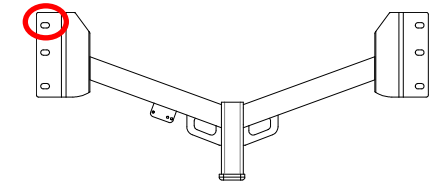

Figura 3
2. Baje el escape quitando (2) tornillos de M12 del soporte colgante del escape en cada lado. Utilice la base de soporte de escape para evitar dañar el silenciador. Devuelva los (4) pernos al propietario.
3. Levante y deslice el enganche a su posición, empezando en el lado del conductor. Instale sin apretar (1) ① tornillo M12 y (1) arandela cónica ② en la ranura más delantera del lado del conductor, véase la Figura 3. Inserte el soporte del enganche entre el soporte colgante del escape y el larguero del bastidor en ambos lados. Instale sin apretar el resto de los fijadores en el soporte colgante del escape en ambos lados.